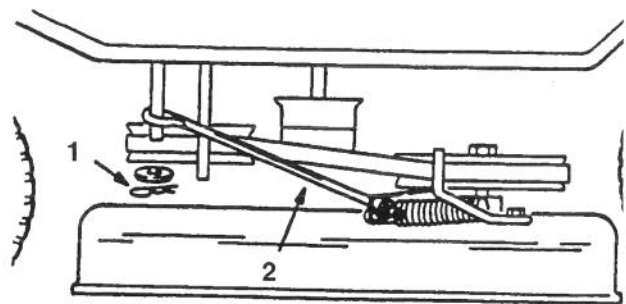

Bild 39
6. Splint und Unterlegscheibe vom Messerbalkenkontrollarm an der linken Mähwerkseite entfernen (Bild 39). Die Stange vom Arm abschieben.